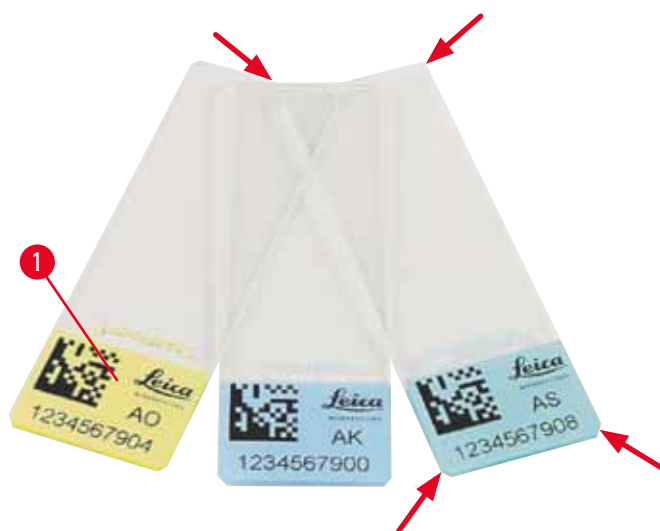

Fig. 4
Kun standardobjektglas med printbare farvede kanter (→ "Fig. 4-1") kan udskrives i Leica IP S (→ "Fig. 4").
- For at reducere mængden af glasstøv og undgå mekaniske svigt bør der kun benyttes objektglas med affasede hjørner (45° vinkel i hvert hjørne, (→ "Fig. 4")).